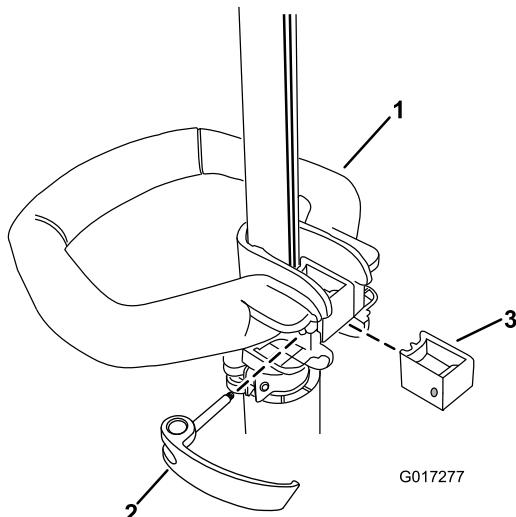

Figura 1
1. Coloque la empuñadura auxiliar sobre el mango de la desbrozadora con la superficie lisa hacia el operador (Figura 1).